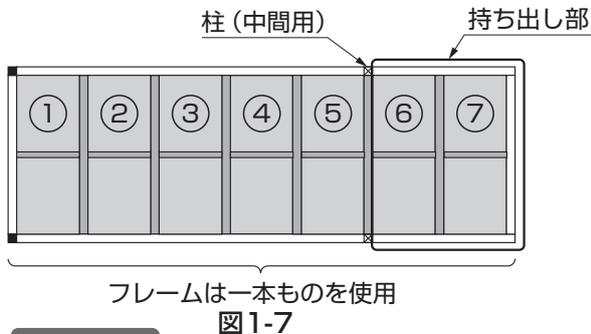
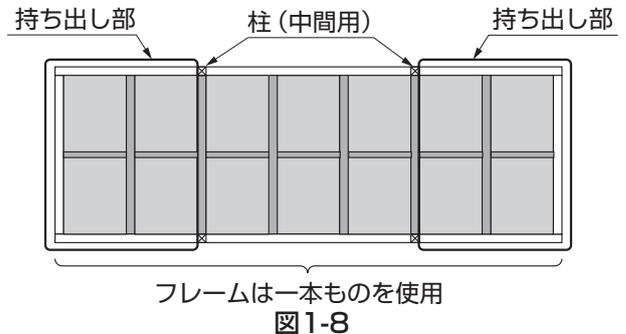

図1-7
図1-8
- 柱(中間用)を立て、残り2スパンを柱から持ち出して施工できます。フレームは一本ものを使用してください。(図1-7参照)
- 図1-7の考え方で両側の屋根を持ち出せます。フレームは一本ものを使用してください。(図1-8参照)